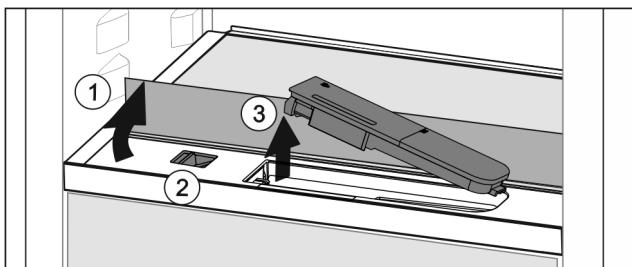

Fig. 74
- Поднять стеклянную панель и откинуть до упора назад *Fig. 74 (1)*.
- Сдвиньте ползунок *Fig. 74 (2)* влево.
- Вынуть бак для воды *Fig. 74 (3)*.